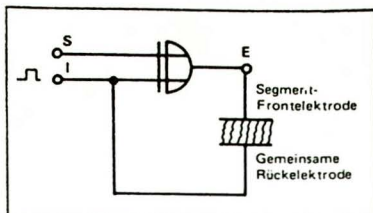
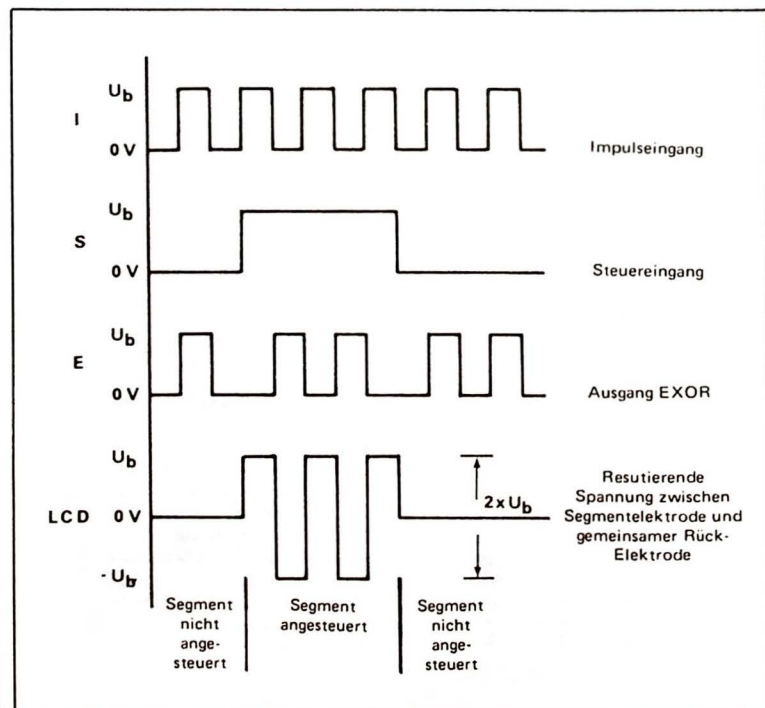

Bild 4. Die Schaltung zur Erzeugung der Wechsellspannung.
Bild 5. Impulsdiagramm der Wechsellspannungserzeugung. Die Resultierende Spannung wird durch Umpolen der Pegel an den Elektroden erreicht.
Oder mit Zahlenwerten: Wenn der Mittelwellensender (HF) Hamburg 972 kHz mit einem Meßton (NF) 1 kHz moduliert wird, entstehen die beiden Frequenzen 972 kHz und 971 kHz. Über die Antenne werden in diesem Fall die drei separaten Frequenzen 971 kHz, 972 kHz und 973 kHz abgestrahlt (Bild 5).
Bild 5. Die Hochfrequenz von 972 kHz (Hamburg auf Mittelwelle), moduliert mit einem niederfrequenten Meßton von 1 kHz. Es entstehen drei separate Frequenzen im 1 kHz-Abstand.
Aus dem Aufbau ist auch das Ersatzschaltbild abzuleiten. Es ist ein Widerstand, zu dem ein Kondensator parallel geschaltet ist, siehe Bild 4. Der Widerstand erklärt sich aus den Elektroden mit den Flüssigkristallen dazwischen. Da die Kristalle fast nichtleitend sind, ist der Widerstand natürlich sehr hoch. Für eine ganze, 25 mm hohe Siebensegmentanzeige, also sieben Segmente parallel geschaltet, ergibt sich ein Wert in der Größenordnung von zehn Megohm. Ein beachtlicher Wert!
Der Trick besteht nun darin, daß mit Hilfe des EXOR die Polarität an den Elektroden des LCD ständig vertauscht wird. In Bild 4 ist die Ansteuerschaltung zu sehen, das zugehörige Impulsdiagramm zeigt Bild 5.